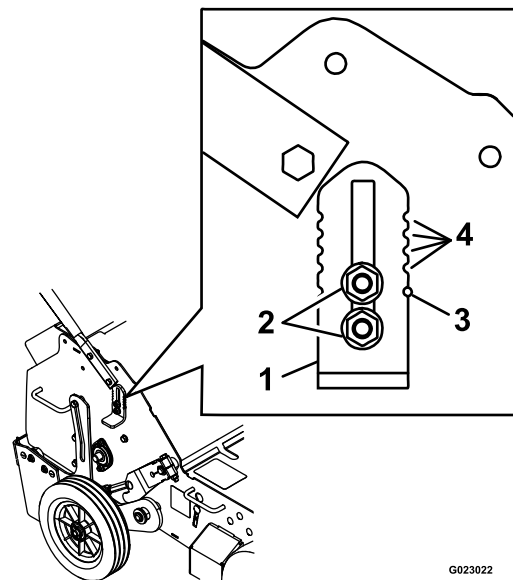

Figura 18
3. Afloje las tuercas que sujetan el tope de la rueda del lado derecho de la máquina (Figura 18).
- Repita los pasos 3 a 5 para el tope de la rueda del lado izquierdo de la máquina. Utilice las muescas guía del tope de la rueda y los orificios guía del bastidor para ajustar los topes de las ruedas a la misma altura en cada lado (ver Figura 18).